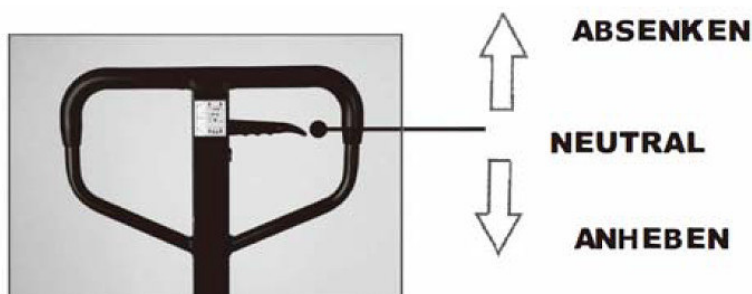

Abb. 4-2: Steuerhebel
- ➔ Steuerhebel (Abb.4-2) in die untere Stellung drücken, der Hebel rastet ein.
- ➔ Um die Gabel abzusenken, den Steuerhebel (Abb.4-2) in die obere Stellung ziehen und festhalten. Die Gabel senkt sich ab. Darauf achten, dass sich kein Fuß bzw. Hand unter dem Palettenhubwagen befindet.